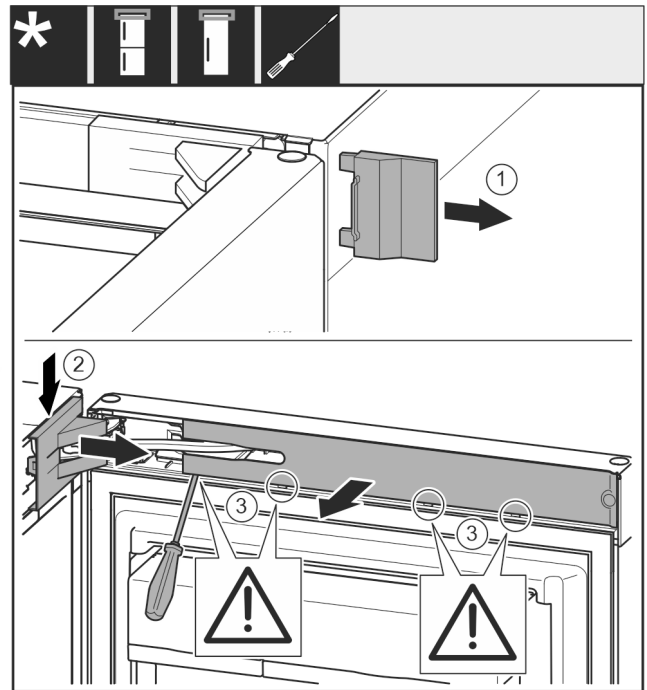

Fig. 5
- Poista ulompi suojuus. Fig. 5 (1)
- Vapauta laakeripukin suojuus lukituksesta ja irrota se. Poista laakeripukin suojuus. Fig. 5 (2)
- Avaa paneelin ruuvit uraruuvimeisselillä ja käännä paneeli sivuun. Fig. 5 (3)